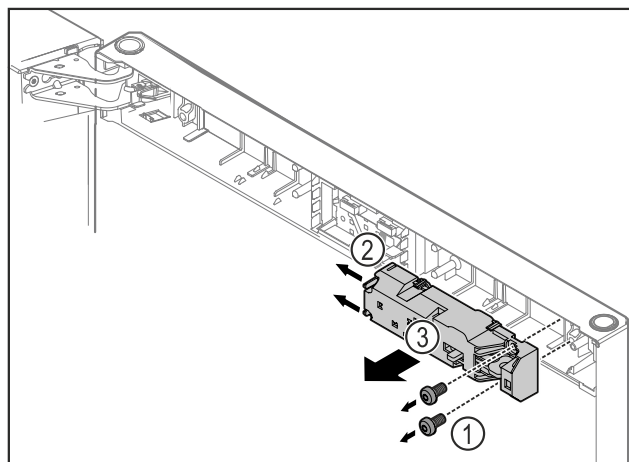

Fig. 12
- ▶ Αφαιρέστε τις βίδες Fig. 12 (1).
- ▶ Πιέστε τις προεξοχές ασφάλισης Fig. 12 (2) προς το πλάι και αφαιρέστε την τηλεχειριζόμενη κλειδαριά Fig. 12 (3).